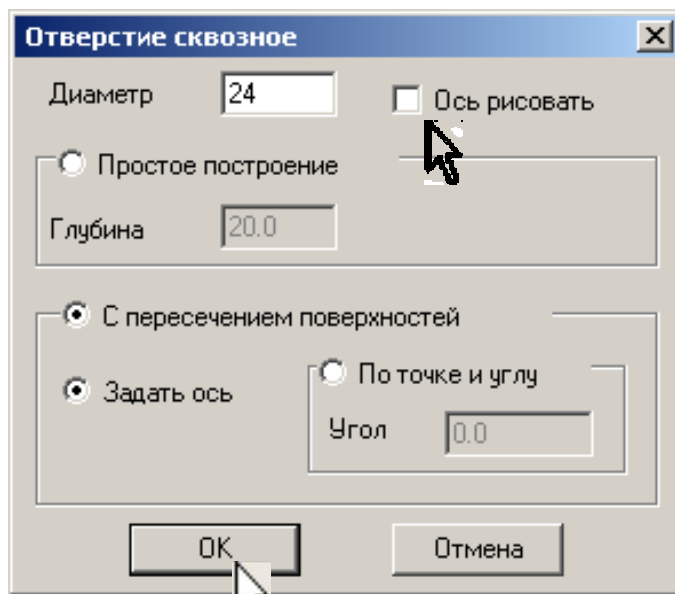

Рис. 13
8. Для выполнения в разрезе отверстия Ø24 на виде слева необходимо разрушить макроэлементы. Командой *Выделить по типу*  на панели *Выделение*  выделите макроэлементы и выберите команду *Разрушить* в меню *Редактор*. Подключите *Прикладную библиотеку*. Выберите *Сквозное отверстие* в разделе *Гладкие отверстия*. Установите параметры отверстия согласно рис. 13. Выполните двойной щелчок на команде *Построить отверстие*. Укажите последовательно курсором